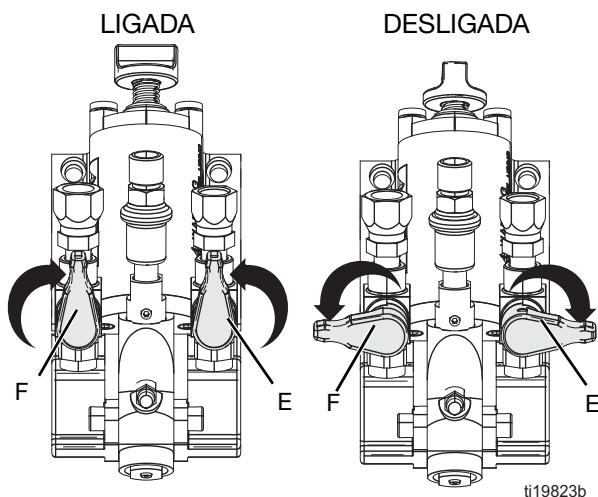

FIG. 5 Válvulas de corte
- Feche as válvulas de corte de produto. Consulte a FIG. 5.
5. Feche as válvulas de corte de material (E, F). Consulte a FIG. 5.